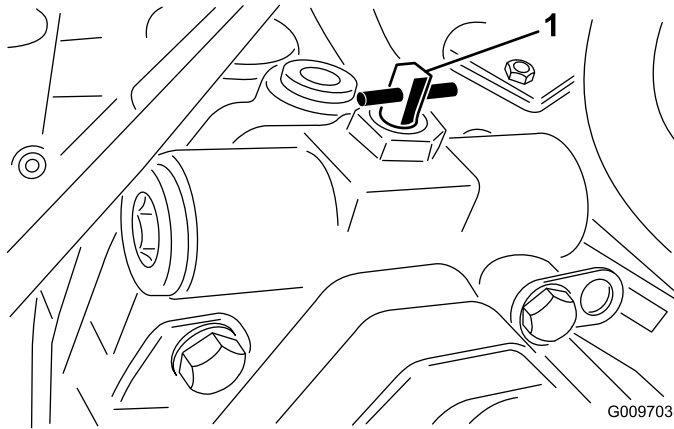

Figure 37
2. Tournez la vanne de dérivation à 90° (1/4 de tour) dans un sens ou dans l'autre pour l'ouvrir et dériver l'huile à l'intérieur de la transmission (Figure 37). Il sera alors possible de déplacer la machine lentement sans endommager la transmission. Notez la position de la vanne quand vous l'ouvrez ou la fermez.